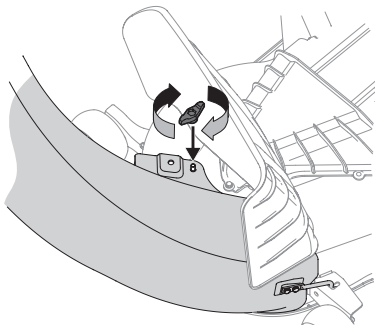

Figura 21
6. Fije el codo del bota en la plataforma de corte usando una perilla de aletas (720-04122) a partir del paquete de herramientas (689-02364). Consulte la Figura 21.